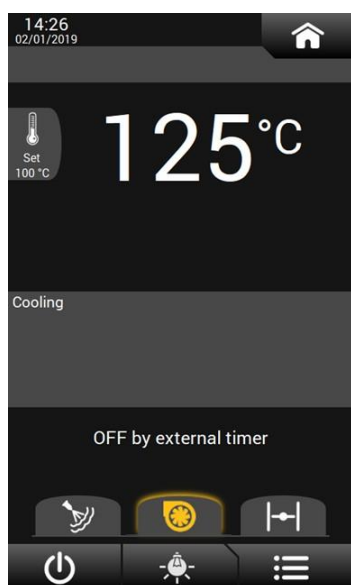

Рисунок 36
- при замыкании контакта автоматически начинается фаза охлаждения (Рисунок 36), согласно методу, установленному установщиком (по температуре или по времени). По окончании охлаждения (достигнута температура или истекло время) печь выключается.